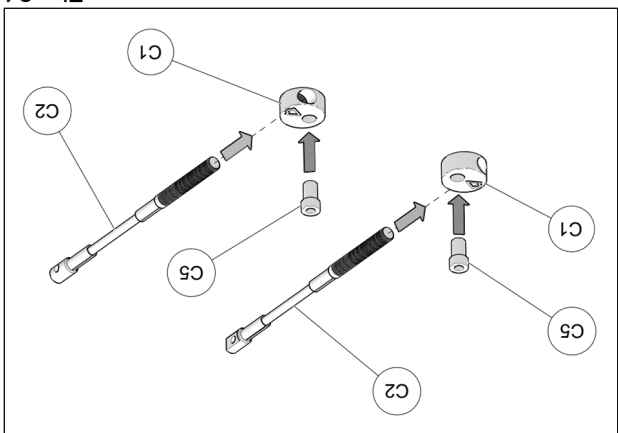

Fig. 24
14. Assembler les câbles des limiteurs de conduite (C2), les extrémités en aluminium (C1) et les bagues espacesurs (C5) tel que montré à la Fig. 24